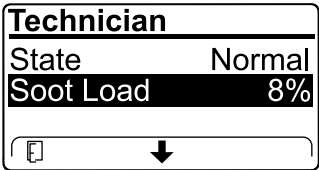

Figura 44
- Verificate il carico di fuliggine misurato come percentuale di fuliggine nel FAP (Figura 44); fate riferimento alla tabella del carico di fuliggine.